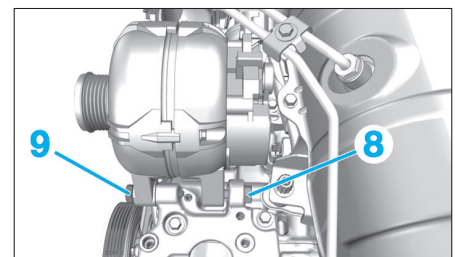

Fig. 4
- Desserrer la vis (8) (Fig.4) de 3 tours.
- la vis (9),